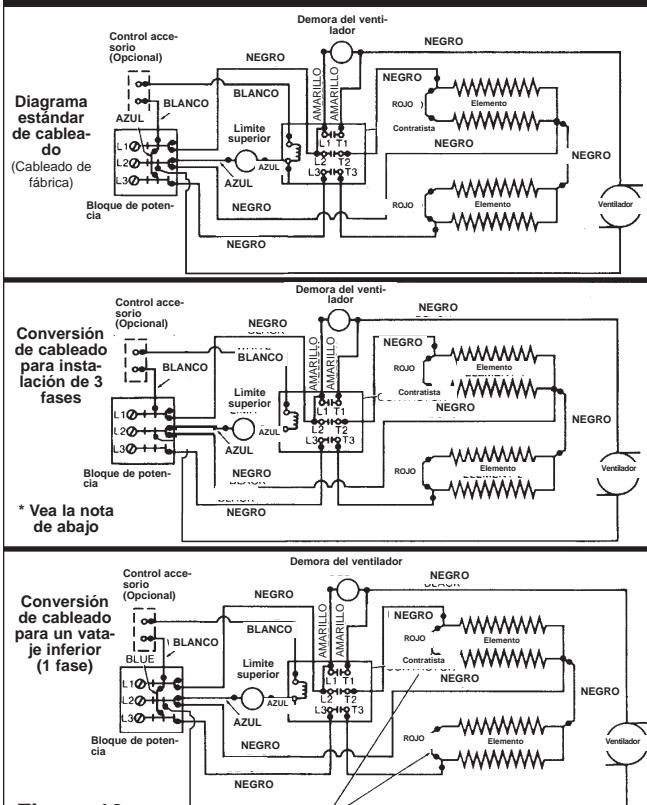

Figura 12
- Para cablear el calefactor, y/o convertir de voltaje mono a trifásico, refiérase a "Cableado Eléctrico" (Figura 12, página 5).
11. Para cablear el calefactor, y/o convertir de voltaje mono a trifásico, refiérase a "Cableado Eléctrico" (Figura 12, página 5).